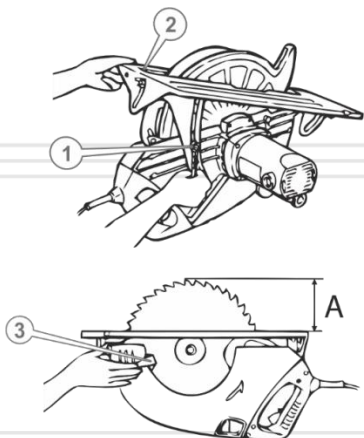

Рисунок 4. Регулювання глибини різку.
5.3 Регулювання глибини різь (див. рис. 4)
1. Встановіть пилу на рівній чистій поверхні верстата у положення, як на рис. 4.
2. Послабте важіль фіксації механізму регулювання глибини різь (1).
3. Обережно підійміть край основи алюмінієвої бази (2), встановивши необхідну глибину різь (А).
4. Надійно затягніть важіль фіксації механізму регулювання глибини різь (1).
5. Переконайтеся, що глибину різь встановлено вірно – посуньте рухливий захисний кожух (3) у напрямку руху годинникової стрілки, щоб відкрився робочий диск, та виміряйте відстань (А).